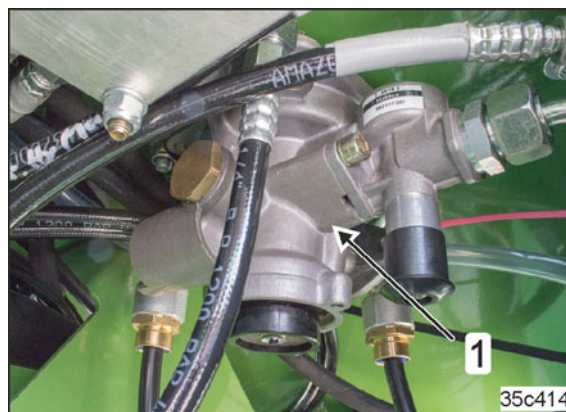

Bild 32
- en släpbromsventil (Bild 32/1)